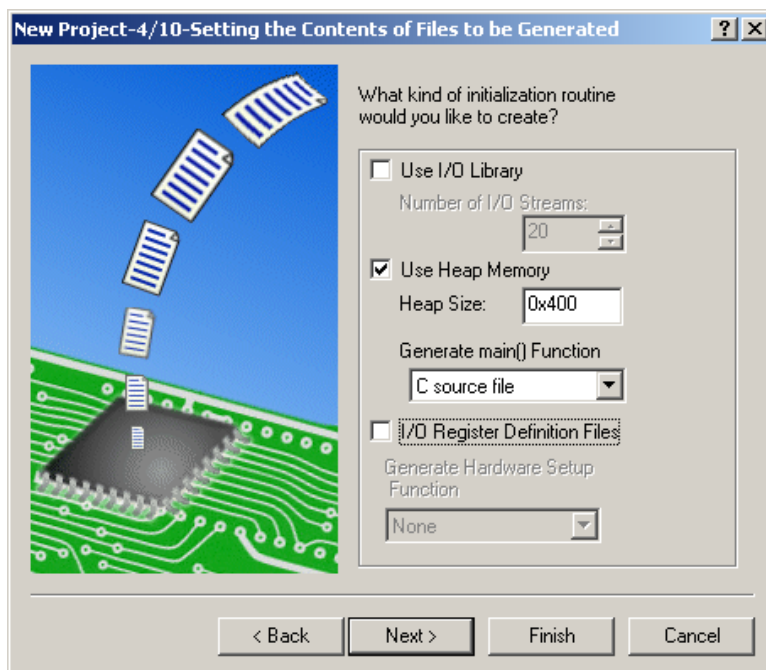

図 2.2 New Project ウィンドウ 4
- ステップ 2.9 タイトルバーに "New Project-4/10..." と表示されるウィンドウ (図 2.2) が出るまで "Next" をクリックします。"I/O Register Definition Files" の横にあるボックスのチェックを外します。"Next" をクリックします。